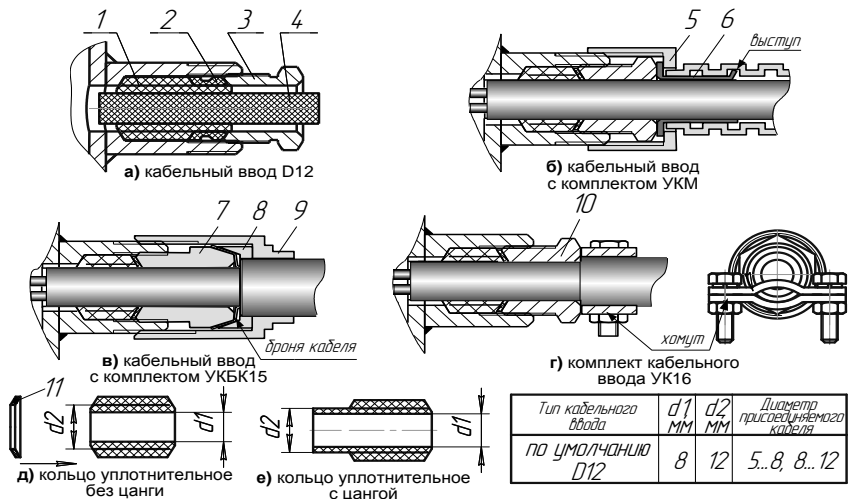

Рисунок 5 - Элементы кабельных вводов
1. Втулка уплотнительная 1 (см. рисунок 5 «д, е») имеет прорези, благодаря которым можно удалить внутреннее кольцо для получения требуемого внутреннего диаметра, соответствующего диаметру присоединяемого кабеля (см. таблицу на рисунке 5).